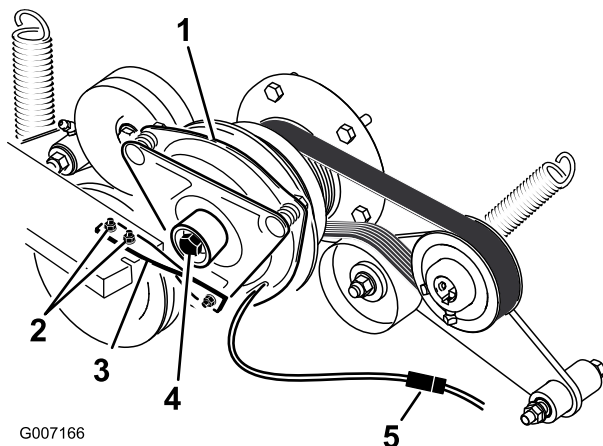

Figura 62
5. Desenchufe el conector eléctrico del embrague (Figura 62).
6. Retire los dos pernos que sujetan la correa de goma del embrague al bastidor del cortacésped (Figura 62).
7. Retire el perno central que sujeta el embrague al eje del motor, y retire el embrague y la chaveta (Figura 62).
14. Sujetando el cigüeñal en la parte trasera de la máquina, instale el perno central y apriételo a 68 Nm (Figura 62).
15. Instale la correa de goma del embrague al bastidor del cortacésped con los dos pernos y tuercas que se retiraron anteriormente (Figura 62).
17. Enchufe el conector eléctrico del embrague (Figura 62).